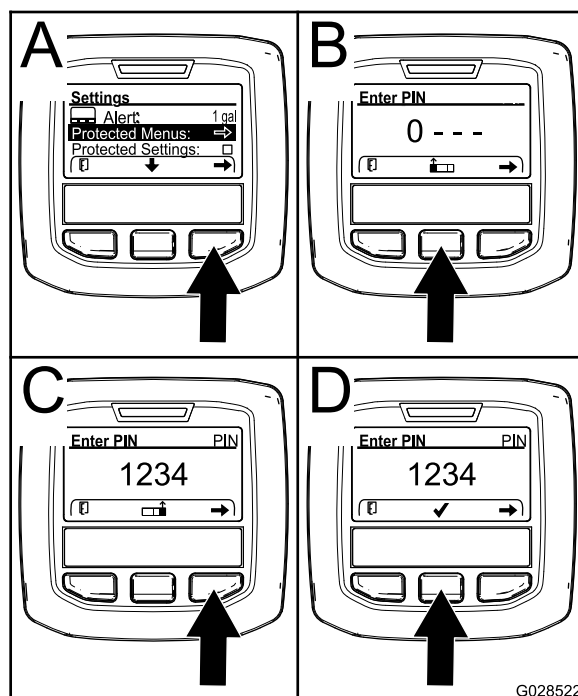

Figura 11
2. Pulse el botón de selección derecho para seleccionar Protected Menus (Menús protegidos) (Figura 11, A).
- Pulse el botón de selección central (Figura 11, B) para aumentar el valor numérico (de 0 a 9)..
- Pulse el botón de selección derecho (Figura 11, C) para mover el cursor hasta la siguiente posición numérica a la derecha.
- Nota:** Aparece el icono de confirmación encima del botón de selección central (Figura 11, D).
5. Pulse el botón de selección central (Figura 11, D) para introducir la contraseña.